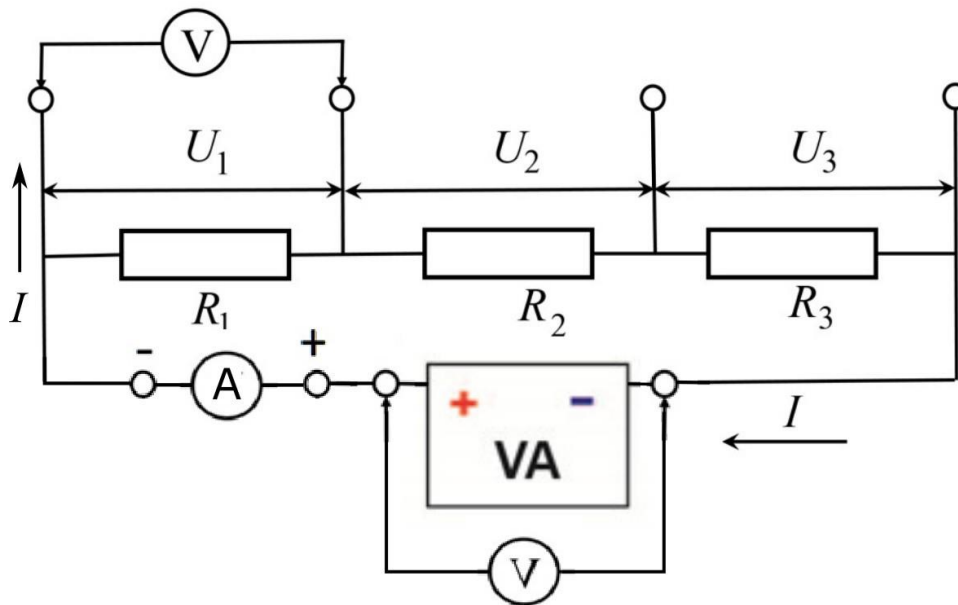

Рис. 3.11. Принципиальная схема электрической цепи для проверки второго правила Кирхгофа.
1. Соберите электрическую цепь, принципиальная схема которой представлена на рис. 3.11. Для измерения напряжений используется мультиметр **M9803R**, для измерения силы тока – мультиметр **M830B**. Используйте те же резисторы, что при проверке первого правила Кирхгофа (один из вариантов).
- Нарисуйте все возможные контуры для схем на рис. 3.11, считая, что все приборы реальные (имеют определенное внутреннее сопротивление). Запишите второе правило Кирхгофа для всех этих контуров.